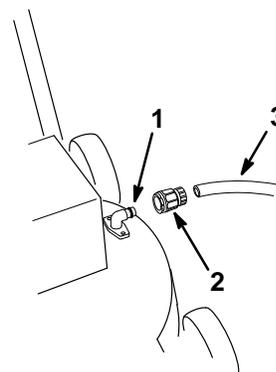

Figure 21
2. Fixer un raccord rapide (vendu séparément) au bout du tuyau d'arrosage (fig. 21). Ouvrir l'eau en grand.
3. Fixer le raccord rapide au raccord de lavage de la tondeuse (Fig. 21).